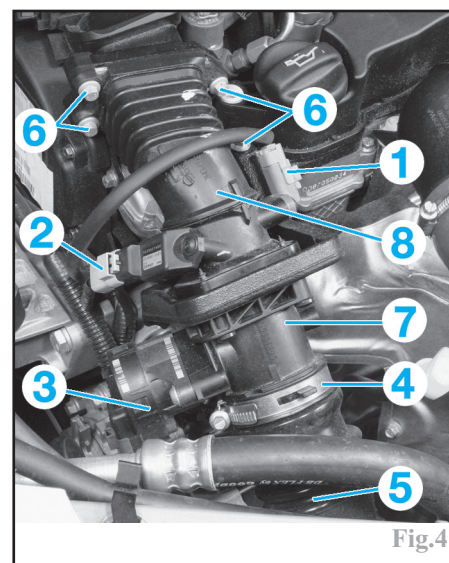

Fig.4
- le connecteur (1) de sonde de température d'air d'admission (Fig.4).
- le connecteur (2) de sonde de pression absolue au collecteur (MAP).
- le connecteur (3) du papillon d'air d'admission.